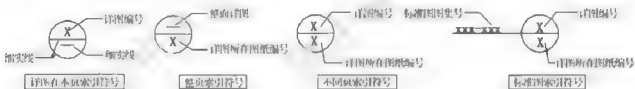

图1-21
(3) 详图索引符号:用来表示局部放大图样在原图上的位置及本图样所在页码。详图索引符号如图1-21所示。